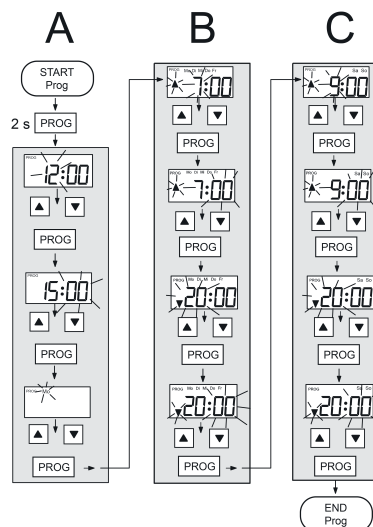

Figure 3: Étapes de programmation
Après le démarrage de la programmation, les étapes suivantes sont exécutées l'une après l'autre (figure 3).
- Appuyer sur la touche **Prog** pour enregistrer la valeur saisie et accéder à la valeur suivante (figure 3).